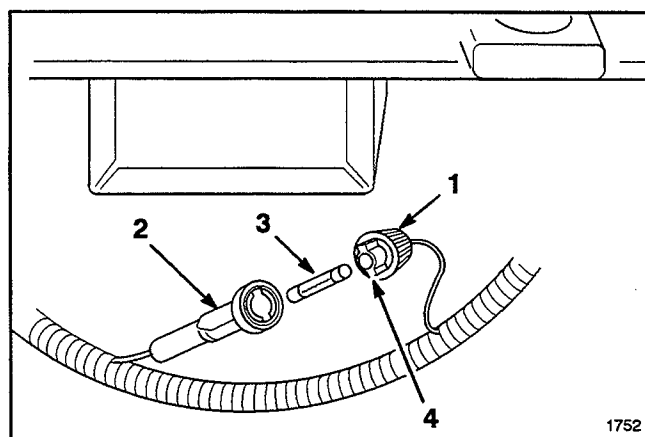

Figure 31
1. Enfoncer les deux parties du porte-fusible l'une dans l'autre et faire tourner le capuchon pour ouvrir le porte-fusible (Fig. 31).